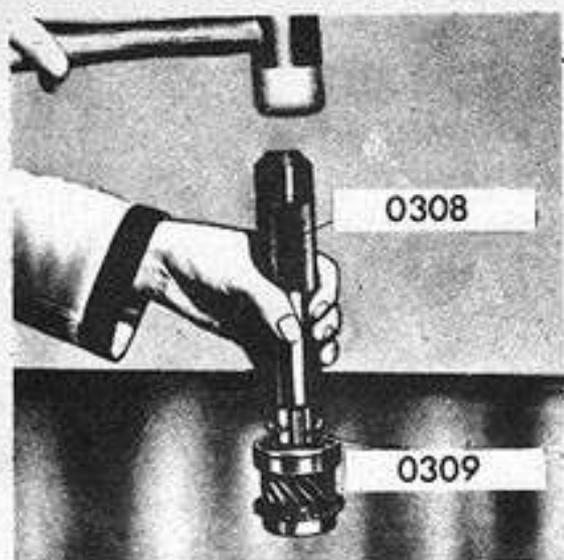

Fig. 22 - Introducción del anillo de retención del cojinete del eje principal
- 3.1. Con la herramienta N° 308 empujar el anillo de retención hasta colocarlo en el surco del eje principal (Fig. 22).